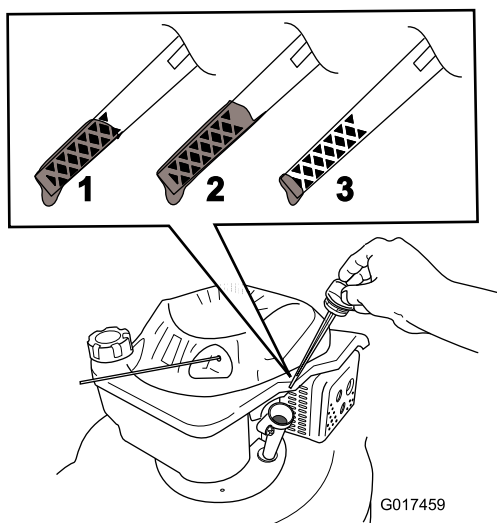

Figura 7
2. Retire la varilla (Figura 7).
3. Vierta aceite **lentamente** en el tapón de llenado de aceite, espere unos minutos y compruebe el nivel de aceite en la varilla limpiando la varilla e insertándola **sin enroscar** en el orificio (Figura 7).
Nota: Llene el cárter con aceite hasta que la varilla indique que el nivel del aceite del motor es correcto, según se muestra en Figura 7. Si usted llena demasiado el motor, vacíe el exceso de aceite siguiendo las instrucciones de la sección **Cómo cambiar el aceite del motor**.